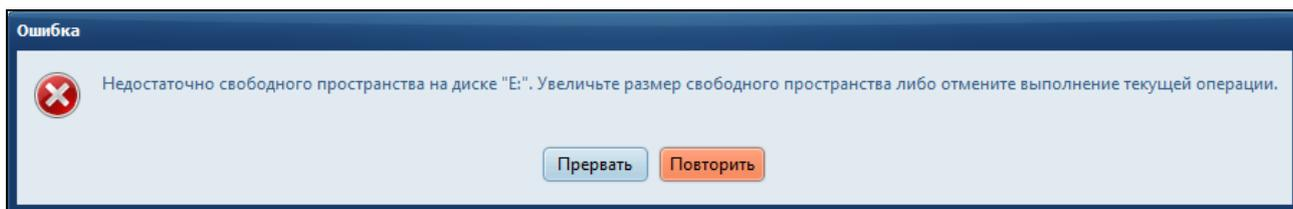

Рисунок 35 – Предупреждение о нехватке свободного пространства на этапе привязки файлов
**Внимание!** При добавлении в сеанс контроля файлов электронной информации, суммарный объем которых превышает объем свободного пространства логического диска, на котором размещены исполняемые файлы МоКод ПЛ, рекомендованный для корректной обработки такого количества информации, программа выдаст соответствующее предупреждение (Рисунок 35). Оператору рекомендуется обеспечить свободное пространство на логическом диске, достаточное для обработки файлов, добавленных в сеанс контроля, либо уменьшить количество файлов.